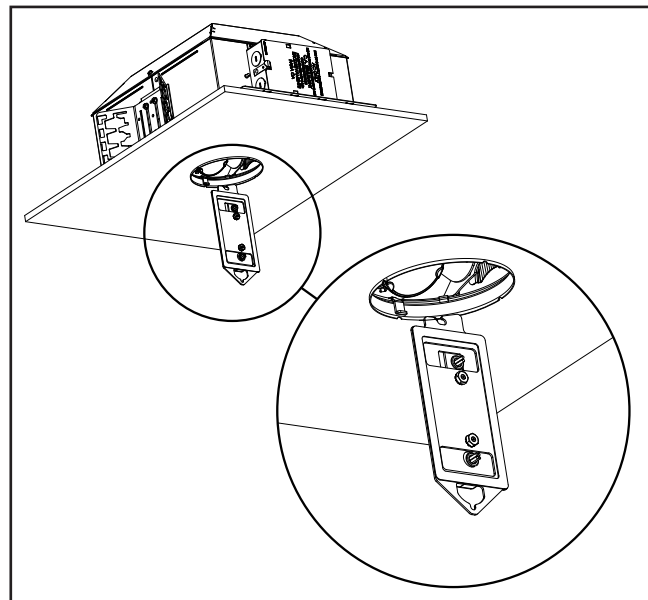

Figure 13.
7. Tirez doucement le pilote hors du plafond en tenant compte que les fils d'alimentation électrique et de gradation suivront par l'ouverture du pilote (consultez la Figure 13).